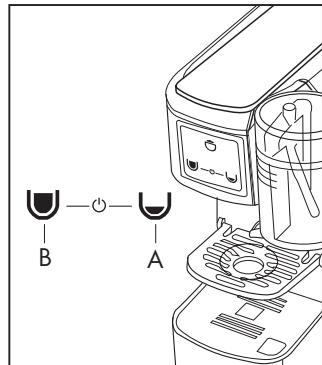

Abb. 7
Das Gerät ist mit einem System ausgestattet, durch das der Stromverbrauch nach einer bestimmten Zeit beschränkt wird, wenn die Kaffeemaschine nicht gebraucht wird. Wenn die Maschine eingeschaltet ist und ungefähr, schaltet die Energiespar-Funktion ein und die Taste an der Bedientafel (2) blinkt. Um das Gerät wieder zu benutzen, die Taste (A oder B) drücken und warten, bis das Gerät die Betriebstemperatur erreicht hat (**Abb. 7**).